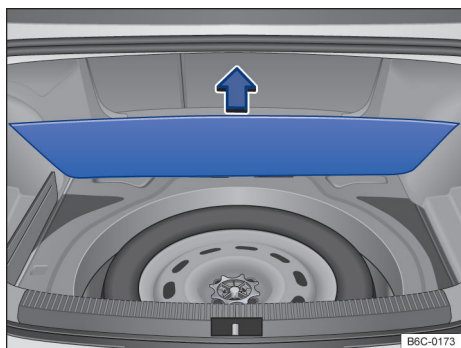

Fig. 123 No compartimento de bagagem, sob o revestimento de assoalho: roda de emergência e ferramentas de bordo.
As ferramentas de bordo e a roda de emergência estão localizadas no compartimento de bagagem, sob o revestimento do assoalho → Fig. 123.
- Levantar o revestimento do compartimento de bagagem → Fig. 123.